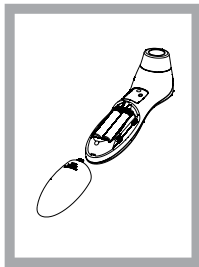

Figura 10
3. Tire as pilhas usadas e substitua-as por duas pilhas novas do tipo AAA (figura 10).